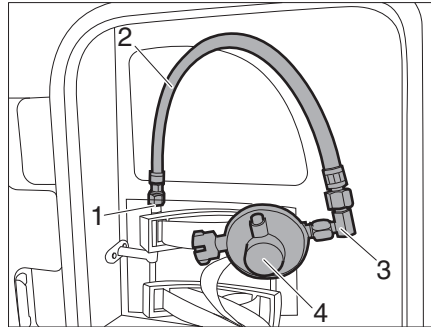

Figura 33 Goma del gas con regulador de presión de gas
- Enrosque el codo (Figura 33,3) a la goma del gas (Figura 33,2).
- Enrosque el regulador de presión de gas (Figura 33,4) al codo.
- Enrosque la goma del gas (Figura 33,2) con regulador de presión de gas al racor (Figura 33,1).